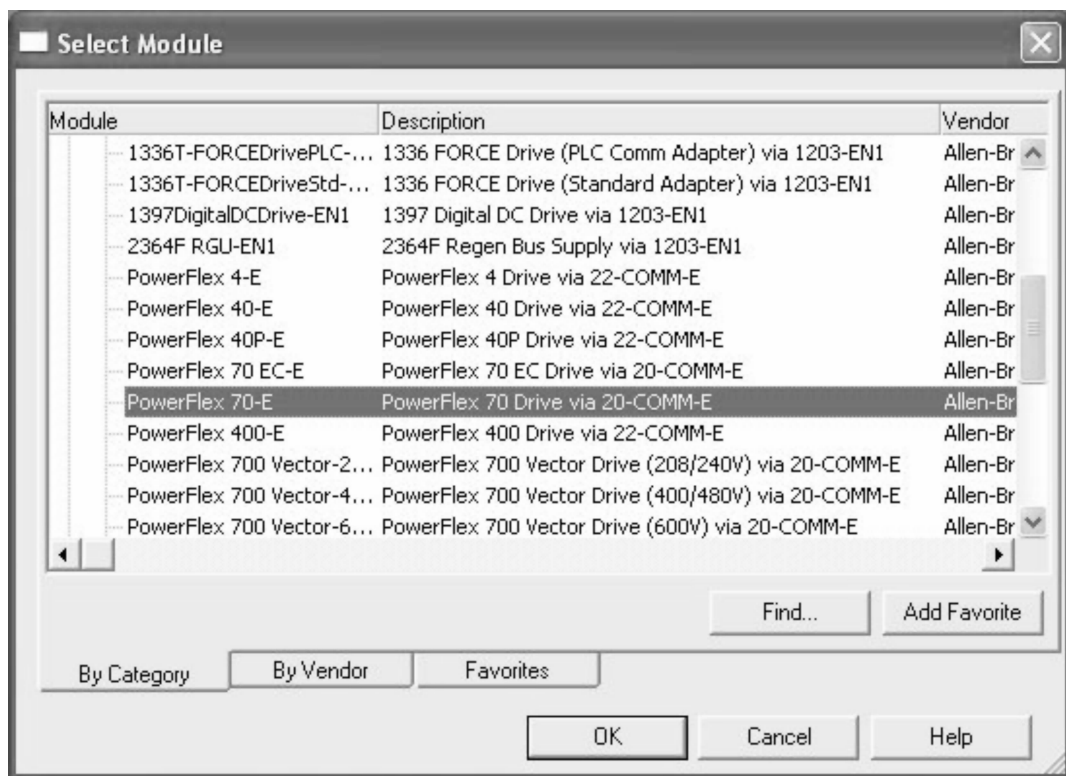

图 25-10 选择变频器型号
9. 向系统添加 PowerFlex 70 变频器。展开“变频器”（Drives）部分，向下滚动并查看目前版本 V16 中可用的新集成变频器配置文件。之前必须使用“通用”配置文件的多个变频器（如 PowerFlex 4 类变频器）现在有了自己特有的配置文件。选择 PowerFlex 70-E，然后单击“确定”（OK），如图 25-10 所示。